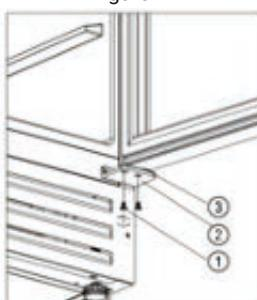

Figure 1
- Dévissez les deux vis^① de la charnière inférieure droite^② [Figure1].